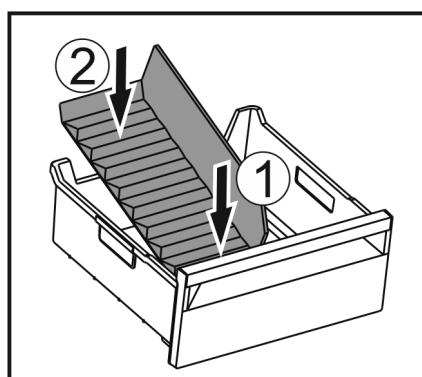

Fig. 148
- Umetnute prednji dio pregrade ladice za led. Fig. 148 (1)
- Spustite stražnji dio pregrade ladice za led do dna ladice. Fig. 148 (2)